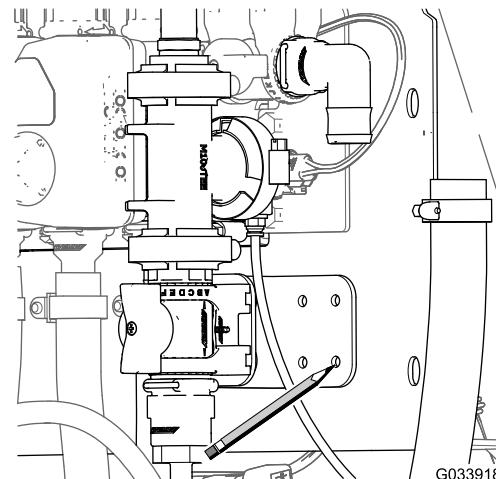

Figure 16
3. En vous servant de la patte de fixation de la vanne de commande comme gabarit, repérez l'emplacement des trous de la patte à la surface du support du collecteur (Figure 16).